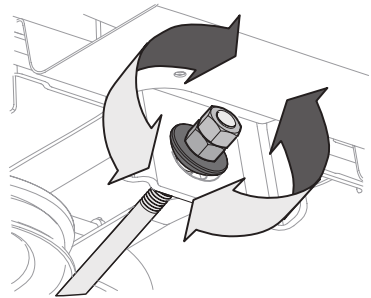

Figura 25
4. Para **elevar** el frente de la plataforma, afloje la tuerca exterior y luego apriete (rosca hacia adentro) la tuerca interior contra el soporte de suspensión delantera (Figura 25). Cuando se logre el torque correcto, vuelva a apretar la tuerca exterior hasta 25-30 pies-libras (34-41 N·m).
5. Para **bajar** el frente de la plataforma, afloje la tuerca exterior y luego afloje (rosca hacia afuera) la tuerca interior, alejándola del soporte de suspensión delantera (Figura 25). Cuando se logra el ajuste correcto, vuelva a apretar la tuerca exterior.